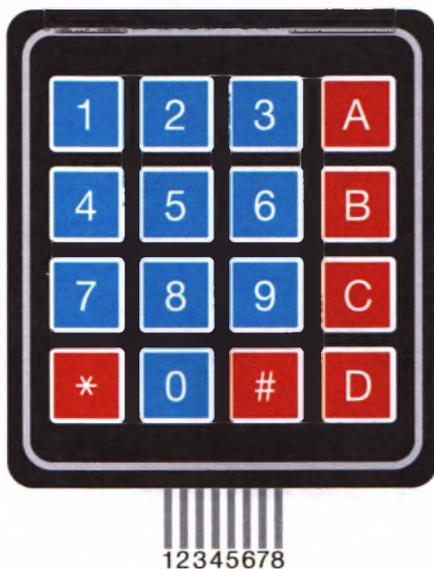

РИСУНОК 22.2
1. Подключите контакты клавиатуры непосредственно к контактам Arduino, как указано в таблице ниже. Контакты клавиатуры пронумерованы, как показано на рис. 22.2.